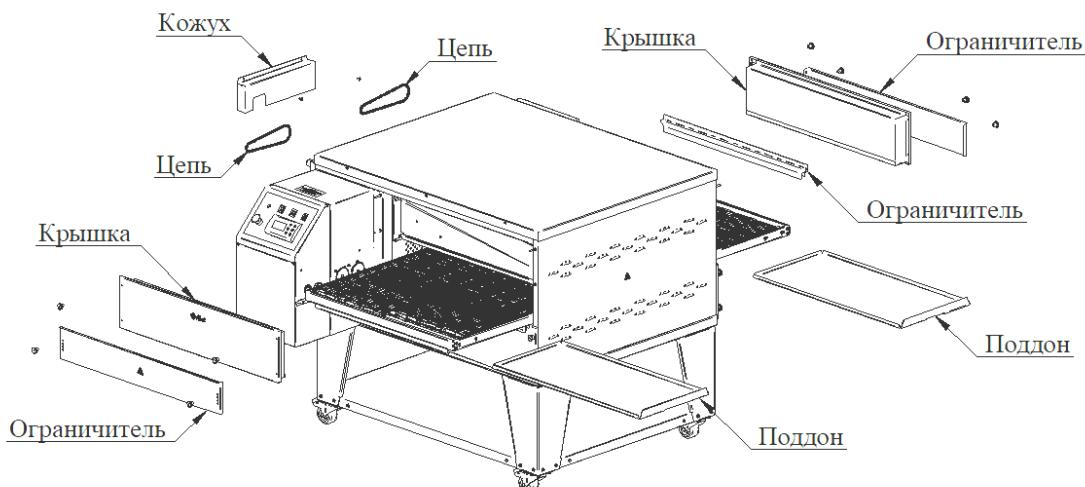

Рис. 11
1. Вынуть конвейер из корпуса изделия: для этого необходимо снять кожух привода, открутив два винта M5. Снять поддоны с конвейера, верхние крышки, ограничители с корпуса, открутив гайки M6. Снять ограничители. (см. Рис. 11).